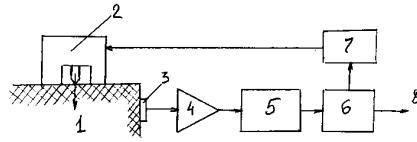

Рис.1
**Устройство для неразрушающего определения прочности бетона** описано в патенте Германии 284287. В устройстве (рис.1) используется явление акустической эмиссии вещества, подвергающегося механической нагрузке. Это явление состоит в том, что микроскопические зерна вещества начинают под нагрузкой скользить друг относительно друга. Из-за этого образуется высокочастотный ультразвук (частоты свыше 100 кГц). В данном случае на бетонный образец 1 установлен силовой блок 2, в котором имеется штифт, с определенным усилием давящий на бетон. Ультразвуковой датчик 3 воспринимает высокочастотные акустические колебания и преобразует их в электрические. Колебания усиливаются в усилителе 4, а затем поступают в измеритель уровня 5, а с него в блок обработки 6. Управляющее устройство 7 подает управляющий сигнал на силовой блок 1. В результате снимается кривая зависимости уровня акустической эмиссии от приложенного усилия, по которой выносят решение о прочности данного образца бетона.